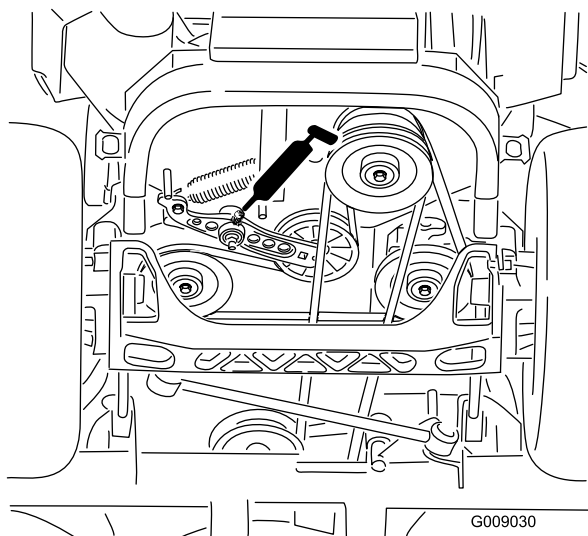

Figure 47
5. Graissez le bras de la poulie de tension de la courroie d'entraînement (Figure 47).